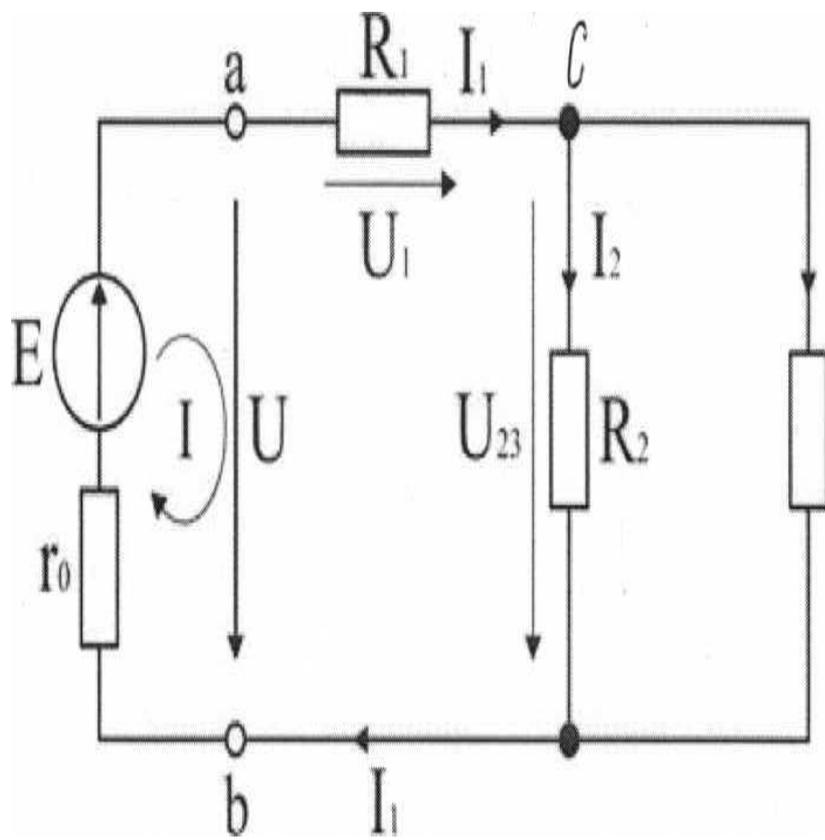

Рис. 1
Электрическая цепь, схема которой приведена на рис. 1, состоит из одного источника питания, имеющего ЭДС (E) и внутреннее сопротивление r_0 , и резисторов R_1 , R_2 , R_3 , подключенных к источнику по смешанной схеме. Операции расчета такой схемы рекомендуется производить в определенной последовательности.
В результате цепь на рис. 1 преобразуется в цепь с последовательно соединенными резисторами R_1 , R_{23} и r_0 . Тогда эквивалентное сопротивление всей цепи запишется в виде:
Напряжение U на зажимах ab источника питания определим по второму закону Кирхгофа для контура I (рис. 1):